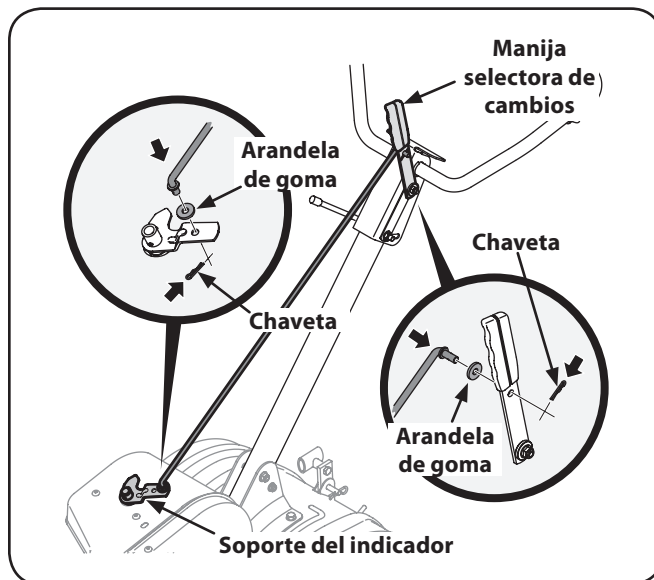

Figura 1-7
4. Inserte el extremo más largo de la varilla de control en el orificio de la manija selectora de cambios y asegure con un broche de horquilla. Vea la Figura 1-7.